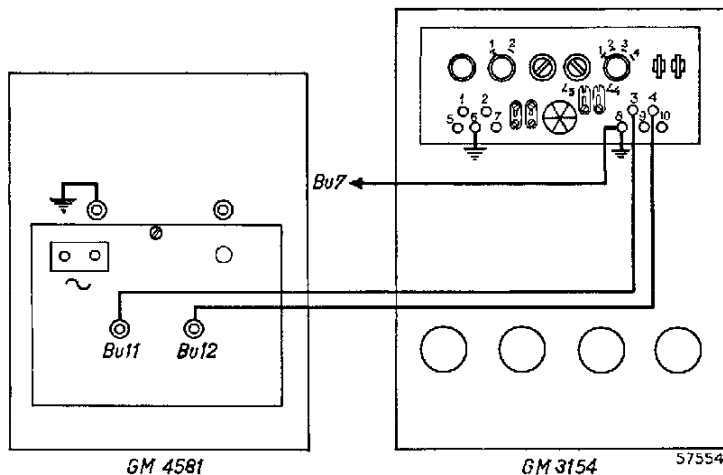

Fig. 5. Aansluiting op de GM 3154
1. Aansluiting op de GM 3154 (fig. 5)
De strippen L3 en L4 op de achterzijde van de GM 3154 moeten van de onderste twee klemschroefjes worden losgemaakt (zie fig. 5), waardoor de versterker voor de verticale afbuiging wordt afgeschakeld. De bussen Bu11 en Bu12 van de GM 4581 worden dan met behulp van de meegeleverde snoertjes met de bussen 3 en 4 van de GM 3154 verbonden. Het derde snoertje dient voor doorverbinding van bus 8 van de GM 3154 met de aardbus (Bu7) van de GM 4581.